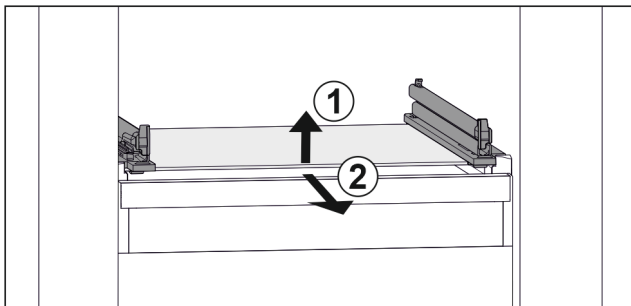

Fig. 140 Rappresentazione esemplificativa del ripiano in vetro
- ▶ Sollevare il ripiano in vetro dal davanti. Fig. 140 (1)
- ▶ Rimuovere il ripiano in vetro tirando in avanti. Fig. 140 (2)